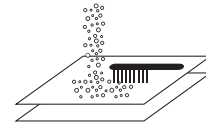

Fig. 3
- Voorkom vuil op en tussen de platen. (Fig 3.)